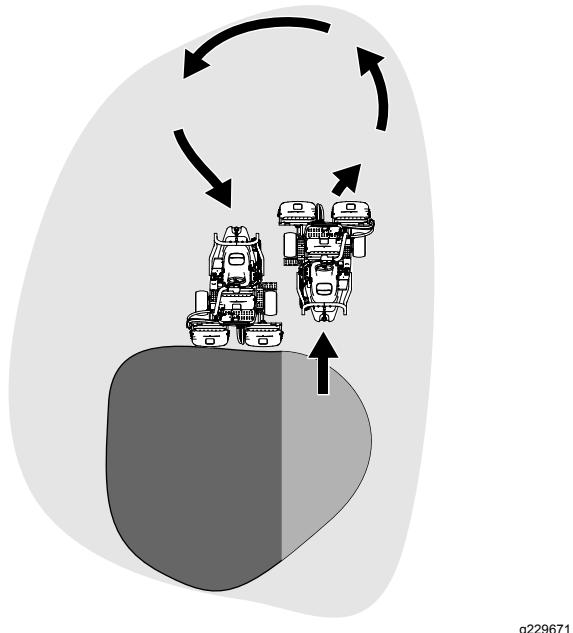

Figura 23
6. Para reduzir o tempo de funcionamento e facilitar o alinhamento para o próximo passo, oriente a máquina momentaneamente para a direção contrária, virando depois a máquina na direção da zona por cortar; uma curva em forma de gota (Figura 23) para alinhar rapidamente para a passagem seguinte.